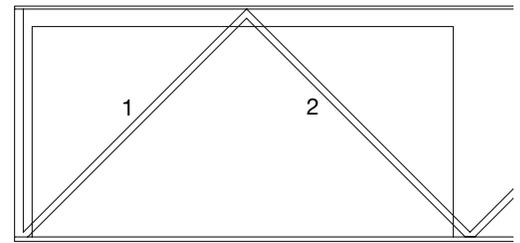

ilustración 7.2-1
- Debe tener un número suficiente de redes o apuntalamientos para la sujeción de los plafones. Se recomienda que haya al menos dos redes o apuntalamientos en contacto con cada par de plafones cuando se instalan, eliminando así el riesgo de movimiento (*ilustración 7.2-1*).